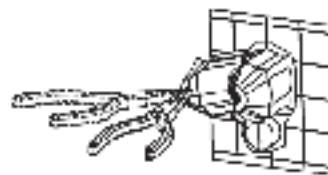

图2
2. 准备好混合水龙头塔的固定孔（图2）。
2. 将护帽去掉 (图2)。
好(请见图2)。